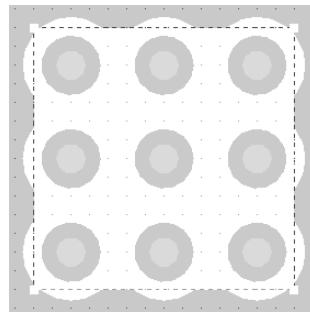

图 12-22 多边形铺铜挖空移除法
(3) 多边形铺铜挖空移除法：和正片一样，负片也可以通过放置多边形铺铜挖空来移除。如图 12-22 所示，放置多边形铺铜挖空之后，把中间所有的死铜都移除了。